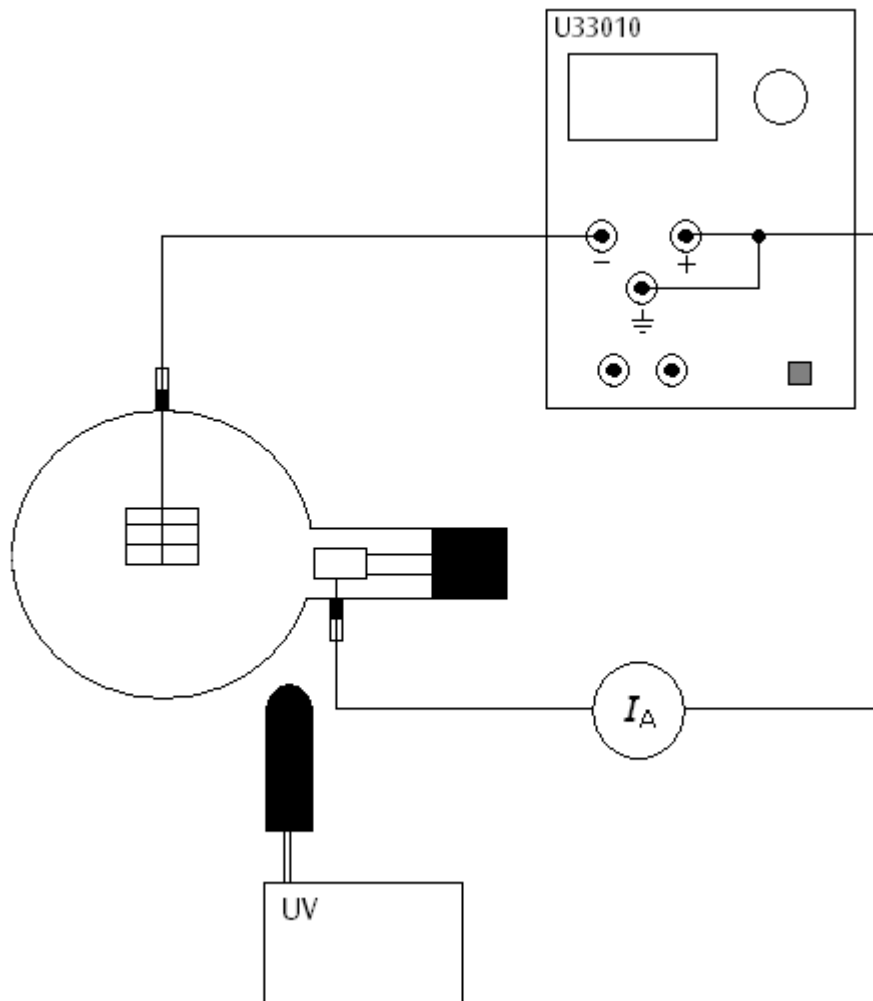

Fig. 2 Anregung durch UV-Licht
- Lumineszenzröhre gemäß Fig. 2 beschalten.